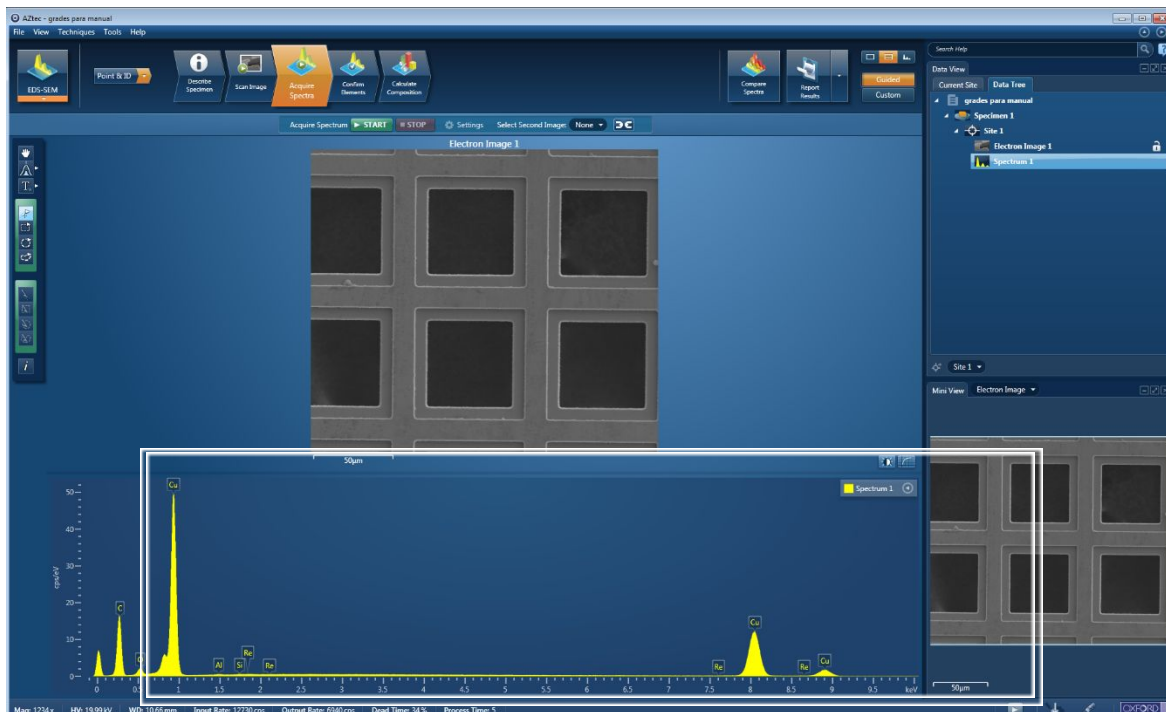

Figura 14. Espetro gerado na microanálise.
- Figura 14. Espectro gerado na microanálise.
Após estas definições, o espectro especificando os elementos encontrados em sua amostra aparecerá abaixo da imagem do MEV (figura 14).